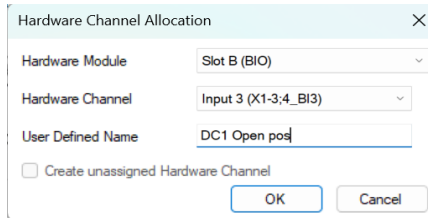

Imagen 90_Conexiones finales para la entrada POSOPEN del bloque DCXSWI1.
2.2.12 Vamos a conectar la entrada “POSOPEN” como se observa en la **Imagen 90**, seleccionando “POSOPEN” con clic derecho y después seleccionamos “Connect - Hardware Channel” y al igual que bloque anterior se le cambiará el nombre en la ventana que nos aparece como “DC1 Open pos” y cambiamos el canal por el de “Input 3”.